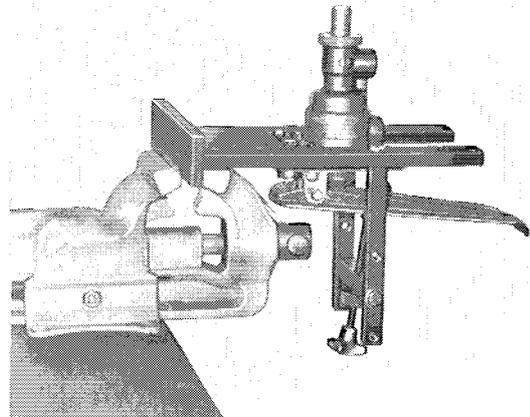

Abb. 2
- a) Zugwagen-Bremsventil in der im Schraubstock des Prüfstandes eingespannten Spannvorrichtung befestigen. (siehe Abb. 2) Evtl. das Gehäuseunterteil um 90° drehen und nach der Prüfung wieder in die alte zweckmäßigerweise zu kennzeichnende Lage zurückversetzen.
3. a) Kappe (16), Dichtring (15), Überprüfung und Einstellung des Kolbenhubes H1
- a) Kappe (16), Dichtring (15), Druckfeder (14), Ventil (13) und Dichtring(e) (12) ausbauen.
- b) Meßbuchse So.-Wzg. 018 mit Meßdorn So.-Wzg. 023 bis zum Anschlag ins Bremsventil eindrehen. (siehe Abb. 2)
4. a) Einen Dichtring (12) mit der gummierten Fläche nach unten und das Ventil (13) ins Zugwagen-Bremsventil einsetzen.
b) Meßbuchse So.-Wzg. 018, mit Meßdorn So.-Wzg. 023 ins Bremsventil bis zum Anschlag eindrehen. (siehe Abb. 2)